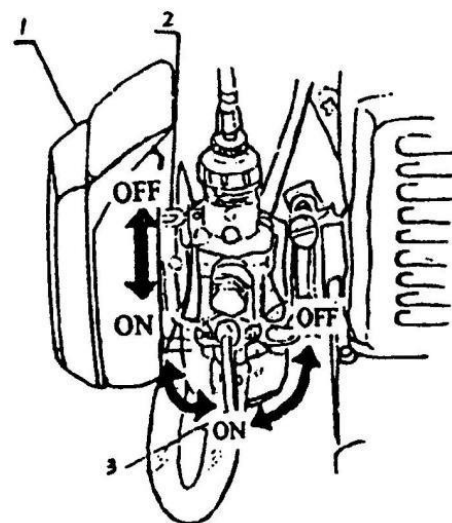

Fig. 9
- 1) Întoarce robinetul de combustibil în poziția „ON”, vezi fig.9.